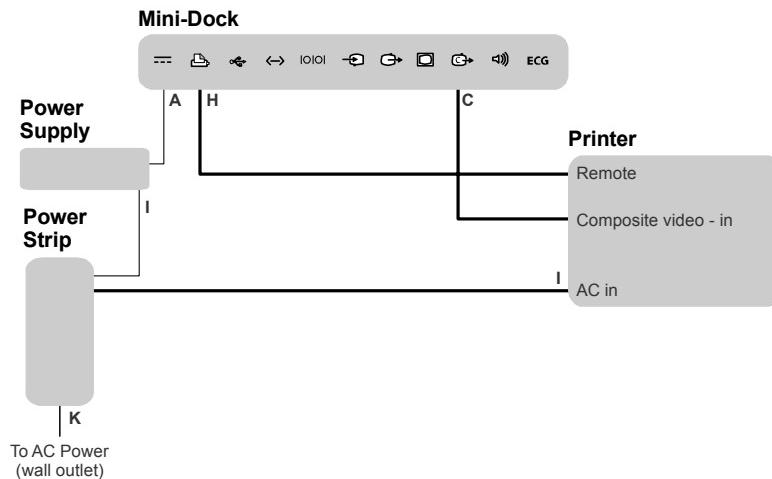

Abbildung 3 Einrichtung des Systems und eines Druckers auf dem MDSm
Kabel anschließen	<ol style="list-style-type: none"> <li>1 Die Räder arretieren und die rückseitige Abdeckung entfernen.</li> <li>2 Wenn ein älterer Schwarzweiß- oder Farbdrucker installiert wird, müssen eventuell gummierte Schrauben an den Öffnungen auf der Rückseite platziert werden.</li> <li>3 Sicherstellen, dass das bereits angeschlossene Gleichstromkabel (A) an das Mini-Dock und das bereits angeschlossene Netzstromkabel (I) an die Verteilersteckdose angeschlossen ist.</li> <li>4 Die Kabel anschließen. Siehe <a href="#">Abbildung 3</a> auf Seite 11 und „<a href="#">Kabel, Anschlüsse und Mini-Dock-Symbole</a>“ auf Seite 16. <ul style="list-style-type: none"> <li>• Vorinstalliertes Kabel für Druckersteuerung (H)</li> <li>• Netzstromkabel des Druckers (I)</li> <li>• Vorinstalliertes Composite-Video-Kabel (C)</li> </ul> </li> <li>5 Stromkabel des Systems (K) an eine entsprechende Wandsteckdose anschließen.</li> <li>6 Die rückseitige Abdeckung (Lüftungsschlitz nach oben) nach oben und in das System schieben.</li> </ol>